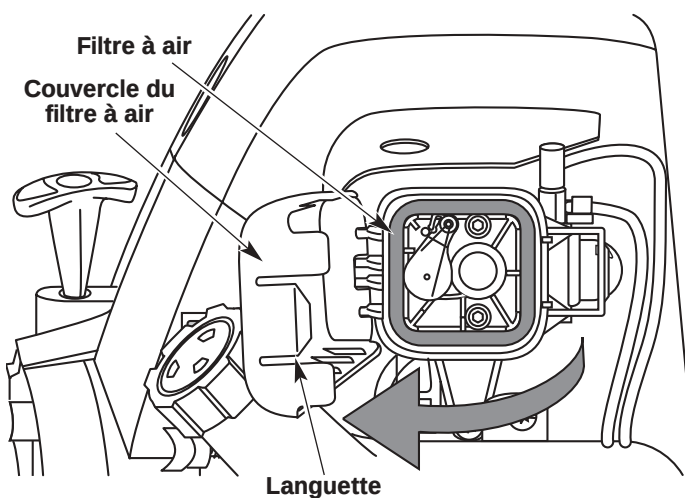

Fig. 44
1. Ouvrez le couvercle du filtre à air Enfoncez la languette à droite du couvercle, tirez celui-ci vers vous puis vers la gauche (Fig. 44).
2. Retirez le filtre à air (Fig. 44).